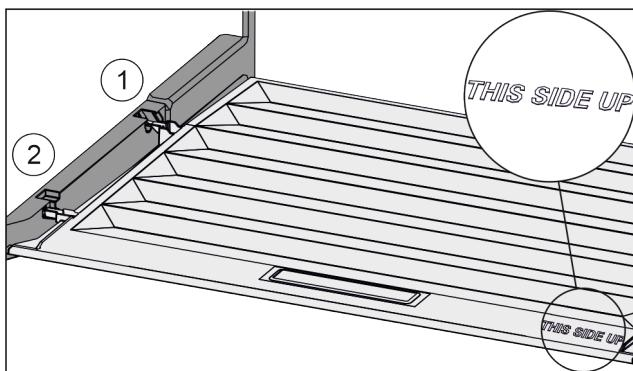

Fig. 27
- Výstupky veka zavedťte cez otvor zadného držiaka Fig. 27(1) a zaistite vpredu v držiaku Fig. 27(2).